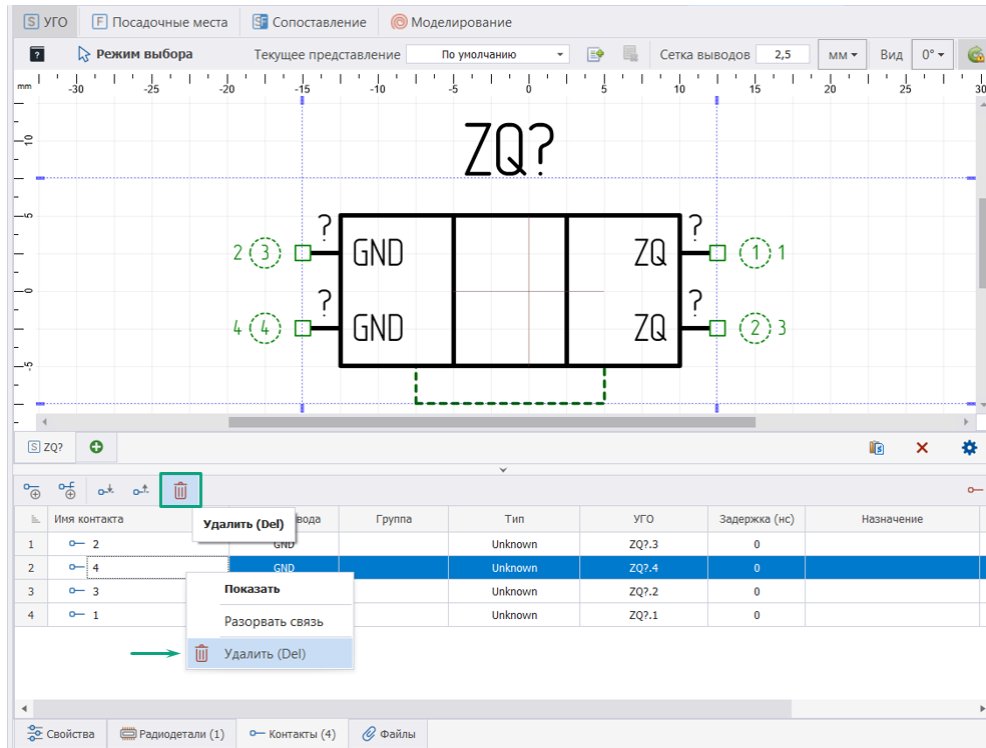

Рис. 220 Удаление контакта
2. Нажать иконку  «Удалить» или воспользоваться контекстным меню в таблице контактов, см. Рис. 220.